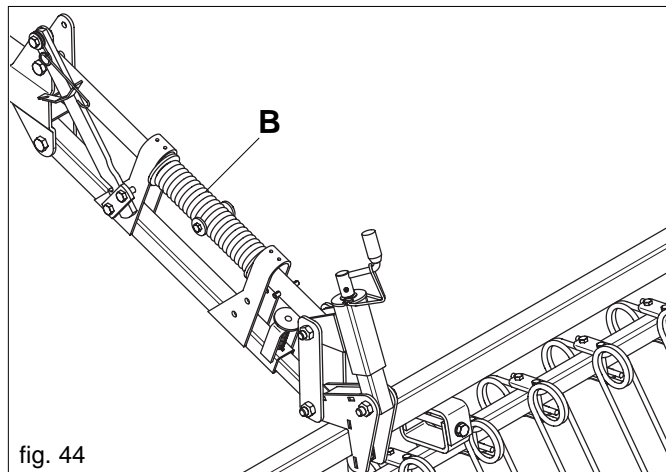

fig. 44
Pour modifier la pression de travail des dents à ressort de la herse recouvre-graines, faire tourner le ressort (B) placé sur le bras parallèle supérieur (Fig. 44).